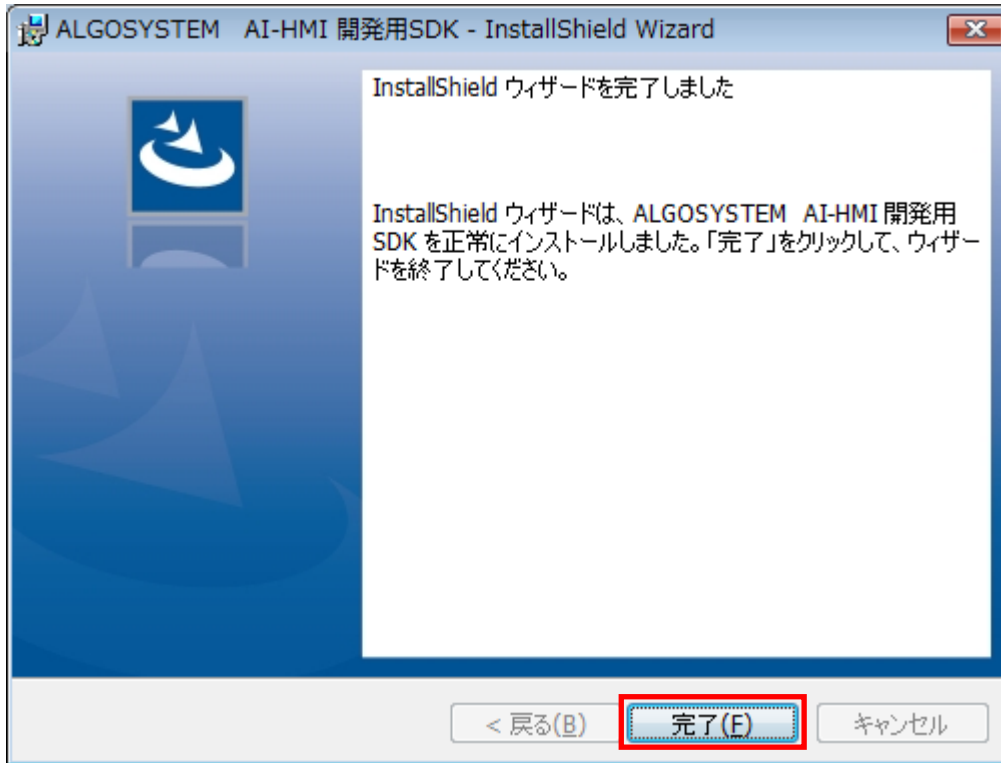

図 2-2-5 インストール完了画面
- ⑤ インストールが完了すると図 2-2-5 の画面が表示されます。